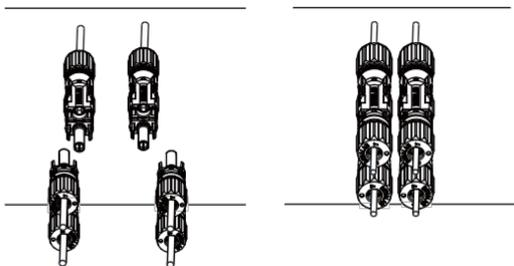

Fig. 3.6 Connexion de l'entrée DC
d) Enfin, insérez le connecteur DC dans les entrées positive et négative de l'onduleur, comme indiqué sur la figure 3.6.